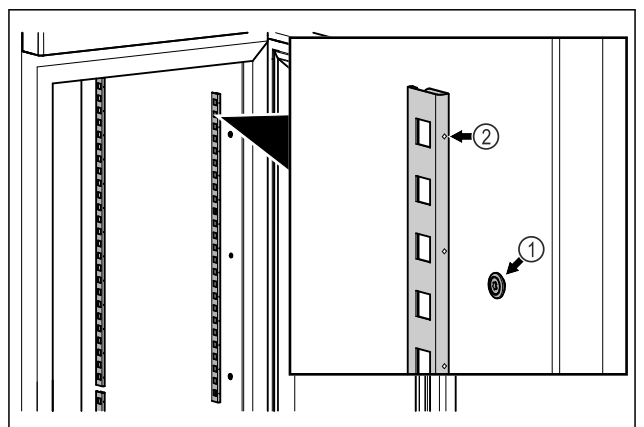

Fig. 83 Приблизне відображення
▶ Зачепити фіксувальну планку за підвіску Fig. 83 (1). Маркування Fig. 83 (2) повинно бути спрямоване вперед.